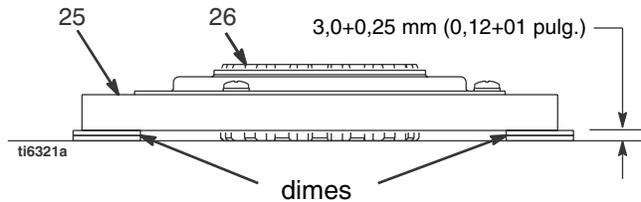

FIG. 8
2. FIG. 8. Coloque dos pilas de dos monedas de duro sobre la superficie uniforme de un banco.
3. Coloque el inducido (25) sobre las dos pilas de monedas.
4. Presione hacia abajo el centro del cubo (26) hasta la superficie del banco.